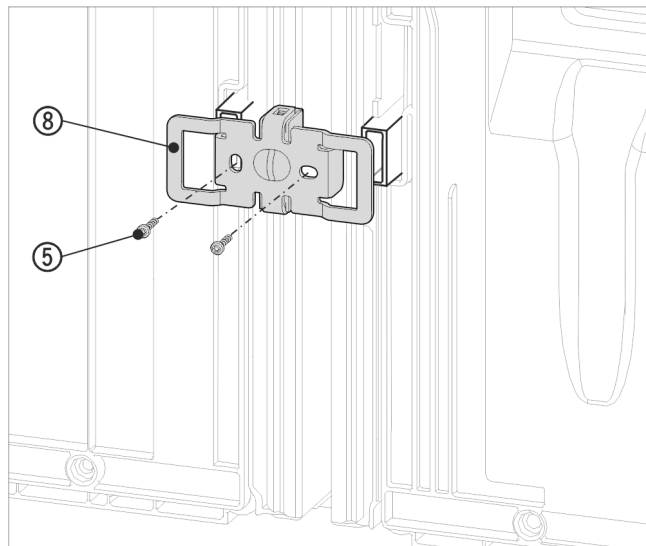

Fig. 19 Näitlik kujutis
- ▶ Lükake nurgik Fig. 19 (8) uuesti väljalõigetega seinavaehoidiku kinnituspessa kohale.
- ▶ Kruvige 2 kruviga Fig. 19 (5) tugevasti külge.